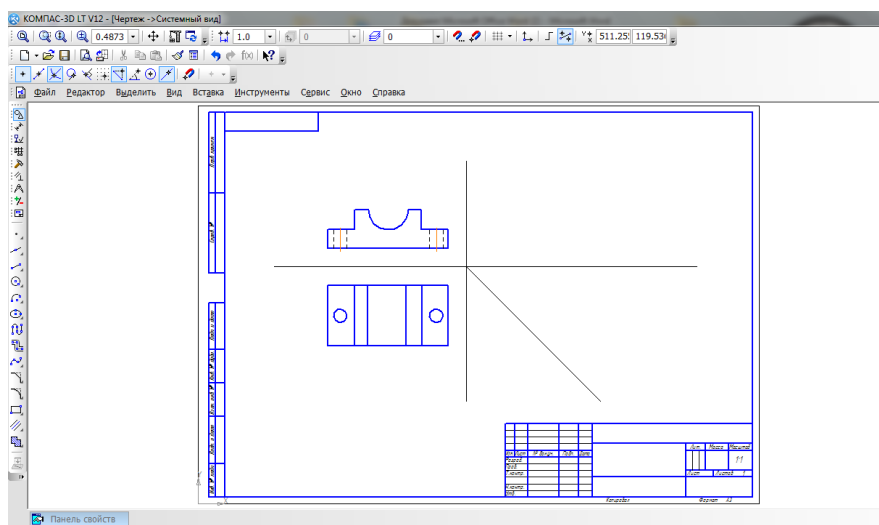

Рисунок 5 – Оси координат
6. Создаем дополнительную ось координат под углом 45° (рисунок 5);